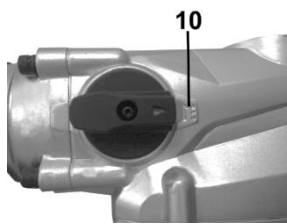

Рисунок 2-2
2.3.1 Виріб має два режими роботи: ударний та ударно-обертальний. Перемикач режимів роботи виробу здійснюється поворотом перемикача (4) з одного крайнього положення в інше у бік відповідного символу режиму роботи:
- Ударно-обертальний режим (режим буріння) - перемикач (4) у положенні  (положення (10), рисунок 2-2).